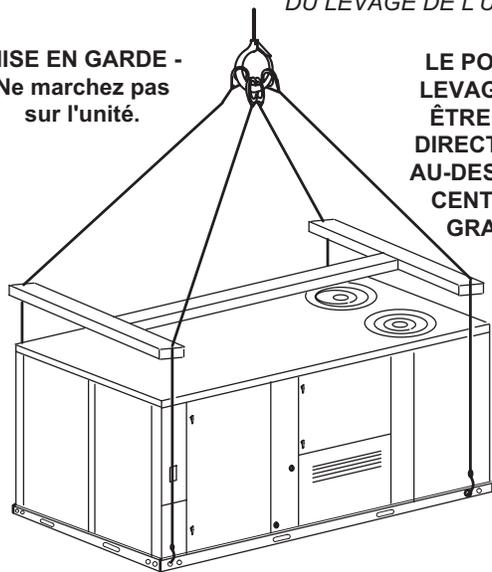

FIGURE 2
- 2 - Connectez les câbles à la base de l'unité en utilisant les deux trous situés dans chaque coin. Reportez-vous à la FIGURE 2.